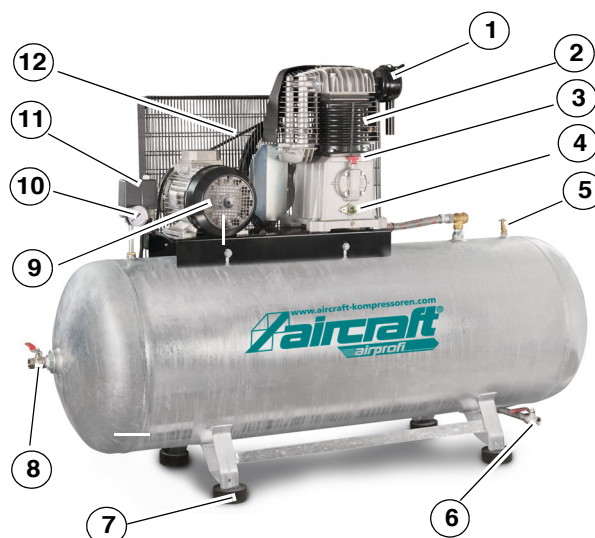

Abb. 8: AIRPROFI 903/500/15 H
Schritt 8: Prüfen Sie, ob der Kompressor den Behälter lädt und bei P_{\max} anhält (max. Druck; wird durch das Manometer (Pos. 2, Abb. 6 und Abb. 7; bzw. Pos. 6, Abb. 8) angezeigt).